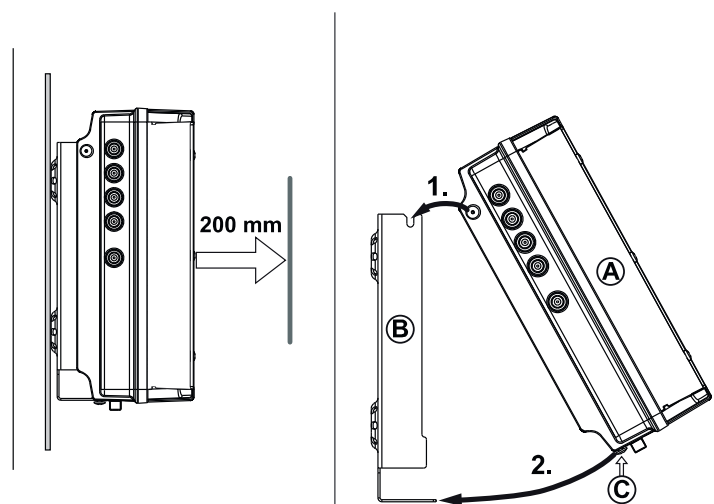

Abb. 3: Kopfstelle einhängen
1. Montieren Sie den Wandhalter waagrecht an der Montagefläche; siehe ① in Abb. 3. Beachten Sie dabei:
2. Hängen Sie die Kopfstelle ② in den Wandhalter ① ein; siehe Abb. 3.
3. Ziehen Sie die Schraube ③ fest.